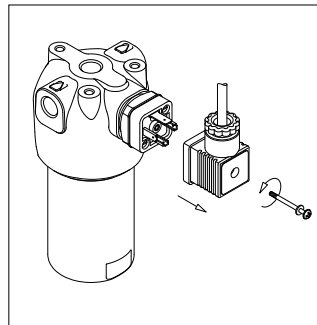

fig. 6
- (Fig. 6) Rimuovere il connettore dell'indicatore differenziale svitando la vite centrale (solo per gli indicatori elettrici)